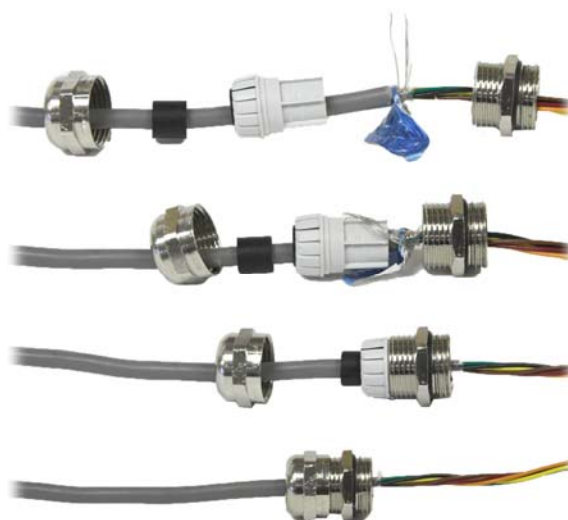
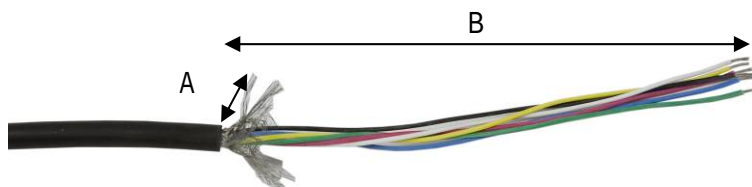
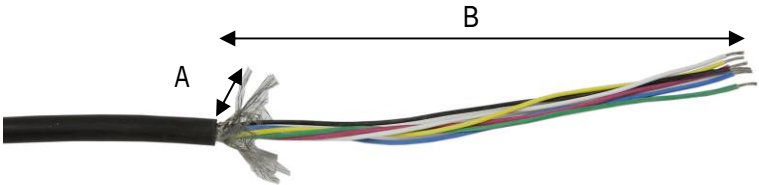

Figura 2-28: Aterrizaje del blindaje del cable
Figura 2-35: Preparación del cable de las celdas de carga
Figura 2-38: Preparación del cable de las celdas de carga
- El blindaje del cable debe aterrizarse en el gabinete al separar los alambres del cable como se muestra en la parte superior de la Figura 2-28 y luego doblándolos hacia atrás sobre el componente de plástico del casquillo del cable antes de presionarlo dentro del cuerpo roscado.
Prepare los extremos de cada uno de los cables de las celdas de carga como se muestra en la Figura 2-35 y en la Tabla 2-4. Asegúrese de que el blindaje esté conectado en el casquillo como se muestra en la Figura 2-28.
Prepare los extremos de cada uno de los cables de las celdas de carga como se muestra en la Figura 2-38 y en la Tabla 2-4. Asegúrese de que el blindaje esté conectado en el casquillo como se muestra en la Figura 2-28.